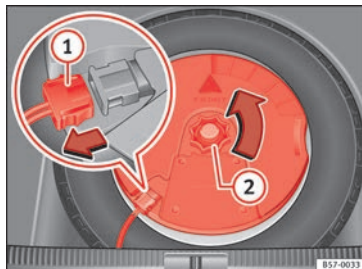

Fig. 247 Nel bagagliaio: smontare il *subwoofer*.
- Scollegare il cavo dell'altoparlante *subwoofer* »» fig. 247 (1).
- Ruotare la manopola di fissaggio in senso antiorario »» fig. 247 (2).